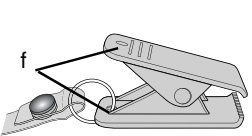

図3 シーツクリップの取り付け
- a. 図3のようにシートクリップのハンドル部分(f)を握り、開口部を開きます。